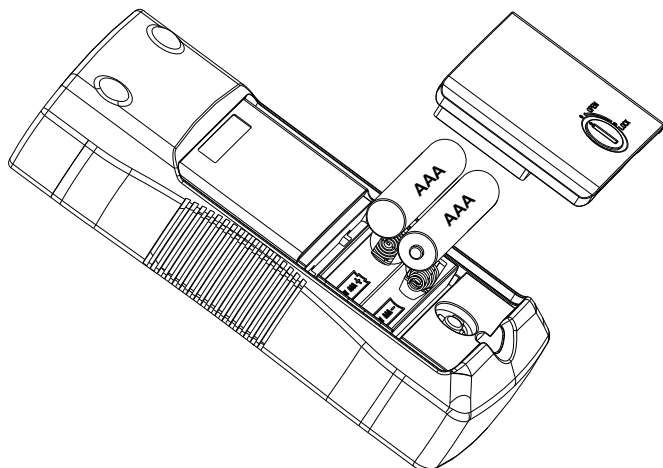

图5.2：更换发送器电池
4. 如图 5.2 所示更换电池。观察电池槽中所示的电池电极。